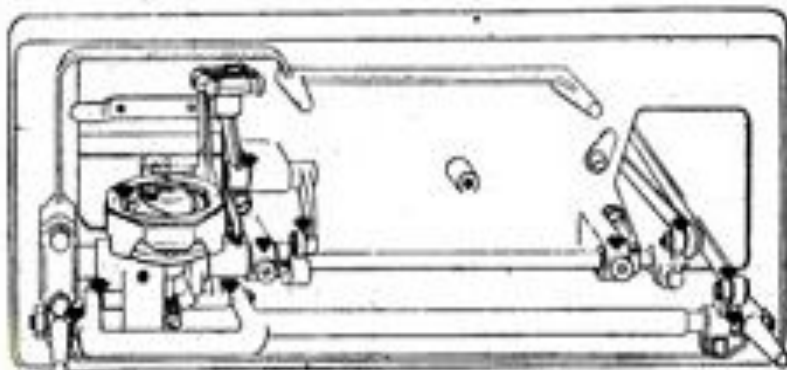

Рис. 18
7.2. Места смазки в платформе (рис. 18)